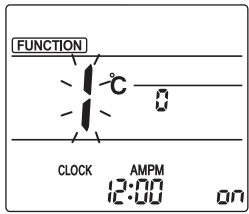

Fig. 3-1
- Переход в режим ручной настройки дефлектора. Нажмите кнопку **[MENU]**. (Начните эту операцию с выключенного дисплея дистанционного пульта управления.) Появится индикация "FUNCTION" (ФУНКЦИЯ), и будет мигать "1". (Fig. 3-1) Нажмите кнопку **[▲]** для выбора "2", затем нажмите кнопку **[SET]**.